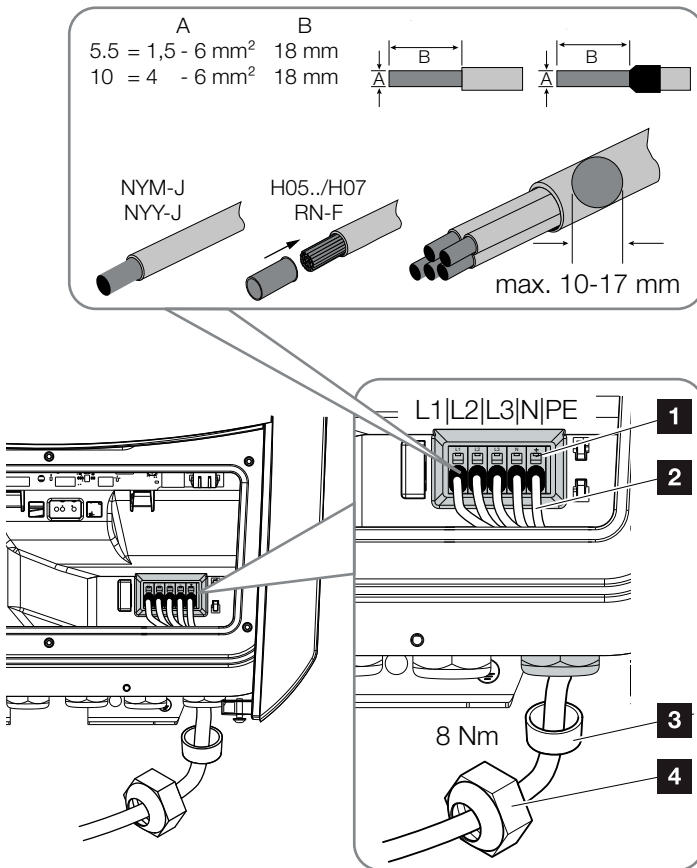

Abb. 21: Netzzuleitung am Speicherwechselrichter anschließen
9. Die Adern der Netzzuleitung entsprechend der Beschriftung an der AC-Anschlussklemme anschließen. **!** **➤** **Abb. 21, Pos. 1**